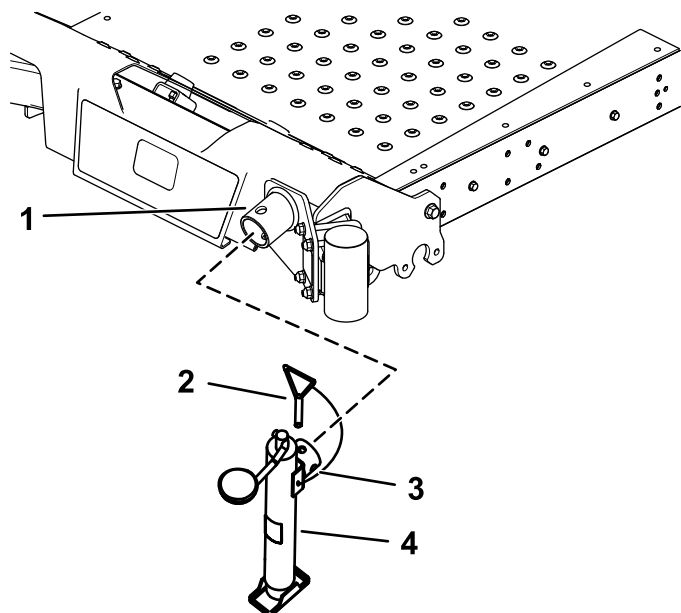

Figura 2
5. Inserite il tubo del cavalletto nel relativo supporto, allineate i fori di montaggio e fissate il cavalletto con il relativo perno (Figura 2).